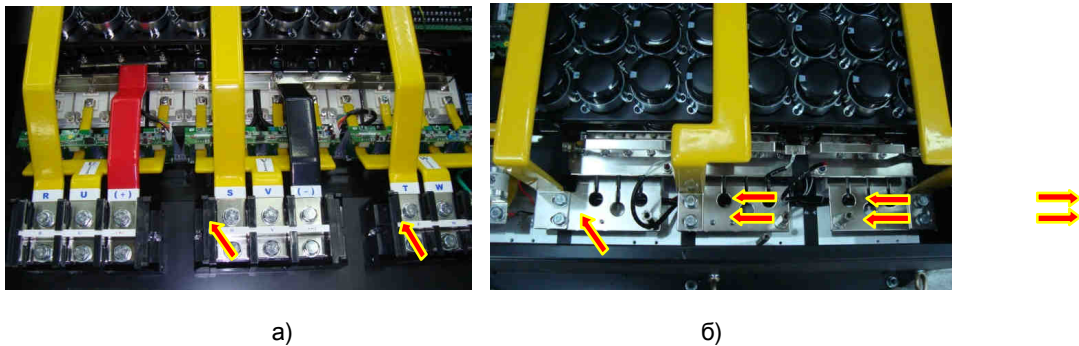

Рис. 6.11.
6.9.1. Демонтировать входные шины R, S, T, отвернув 3 болта крепления к клеммной колодке (рис. 6.11 а) и 6 болтов крепления к промежуточным шинам (рис. 6.11 б).